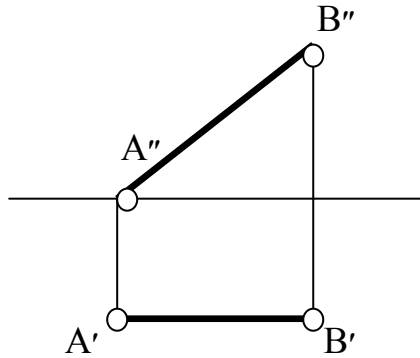

Рис.3.1
2. Так как точка А касается горизонтальной плоскости проекций, то ее фронтальная проекция А'' лежит на оси Х (Рис.3.1).